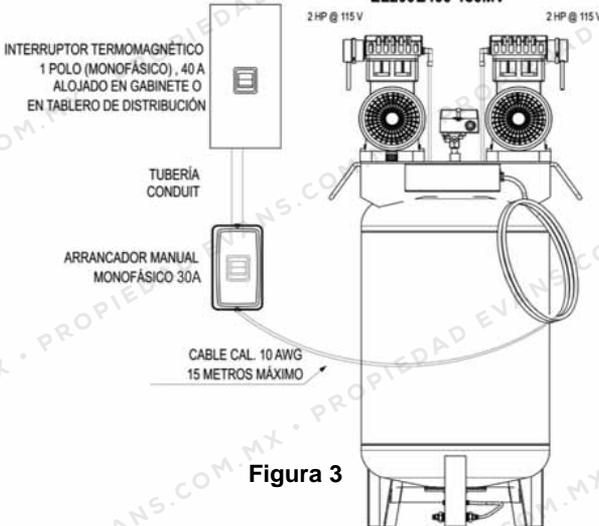

Figura 3
3. Si su compresor es de una capacidad de 4 HP @ 115 V ( modelo EL200E400-130MV). Alimente su equipo como se indica en la figura 3.
Para el caso del compresor con capacidad de 4 HP @ 115 V (modelo EL200E400-130MV), Se recomienda un interruptor termomagnético de 40 amperes y arrancador manual de 30 amperes. El elemento térmico debe ser el adecuado para la corriente nominal del compresor. Ver figura 3.